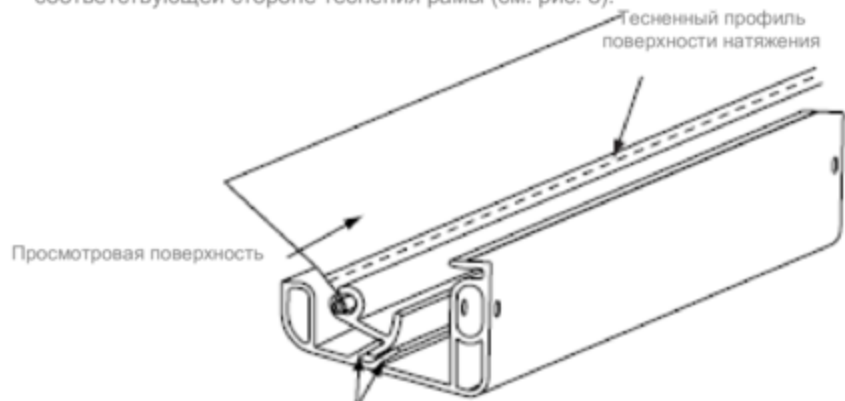

Рис. 8
2. Установите какую-либо сторону поверхности в выемку #1 на соответствующей стороне теснения рамы (см. рис. 8).